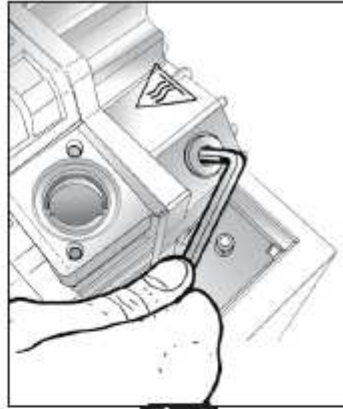

Fig. 1
- Извлеките герметизирующую рейку из камеры вакууммирования, аккуратно и ровно подняв ее (см. Рис. 1).
- 1) Извлеките герметизирующую рейку из камеры вакууммирования, аккуратно и ровно подняв ее (см. Рис. 1).
- 3) Снимите заднюю панель аппарата. Для этого отвинтите соответствующие винты, используя специальную отвертку Phillips (**Рис. 1**).
- 6) Используйте торцовый ключ для открытия заглушки отверстия заполнения насоса маслом – она расположена сверху насоса (**Рис. 1**).
- 3) Используя торцовый ключ, отвинтите два монтажных винта устройства забора воздуха. Снимите устройство забора воздуха (**Рис. 1**).
- 6) Установите устройство забора воздуха на место и затяните два монтажных винта (Рис. 1).
- 3) Используйте торцовый ключ для отвинчивания соответствующих винтов крышки корпуса насоса. Снимите крышку корпуса насоса (**Рис. 1**).
- 2) Удалите силиконовую прокладку на ответной герметизирующей рейке (**Рис. 1**)
- 4) Отвинтите винты защитного кожуха платы питания, снимите кожух (**Рис. 1**).